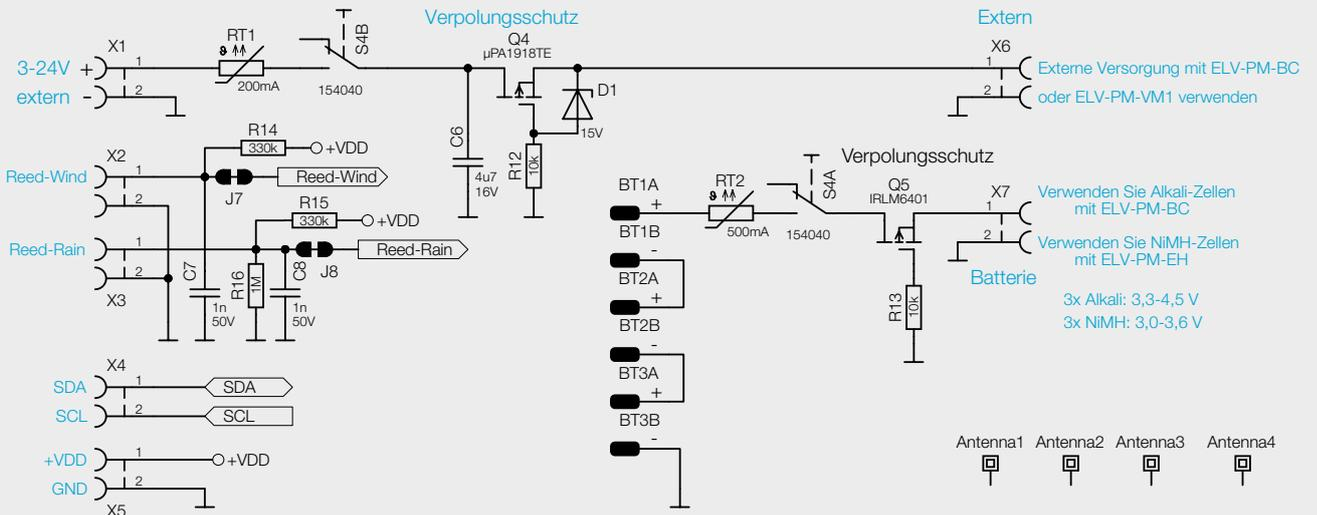

Bild 15: Schaltbild der Basisplatine (ELV-EM-WB-B)
- die Basisplatine (ELV-EM-WB-B, Bild 15)
In Bild 15 ist der Schaltplan der Basisplatine des ELV-Wetterboard dargestellt.